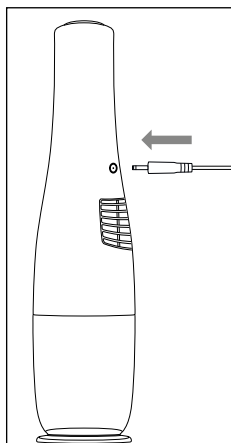

Fig. 1
- ◆ Collegare lo spinotto cavo **10** dell'alimentatore **11** alla presa di carica **8** situata sul lato inferiore dell'apparecchio (vedere fig. 1). Inserire la spina dell'alimentatore **11** nella presa. La spia di controllo della carica **6** inizia a lampeggiare con luce blu e il processo di carica inizia.